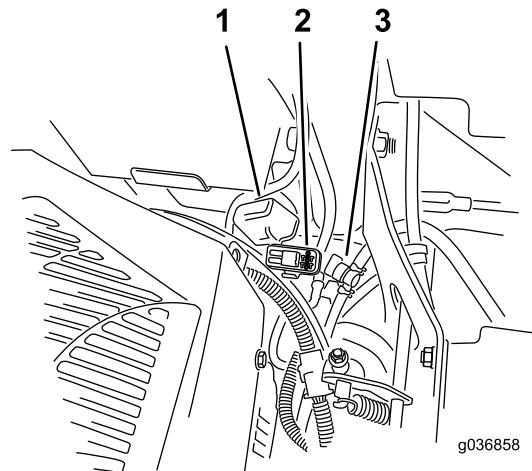

Figura 48
Los fusibles están situados en la consola de la derecha, junto al asiento (Figura 48).
2. Instale un fusible nuevo (Figura 48).